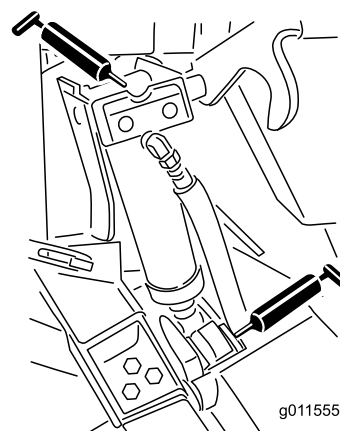

Figura 52
- Quatro casquilhos do cilindro de elevação (Figura 52)